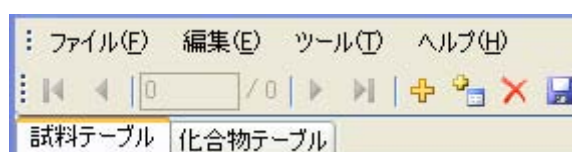

図3.3
試料条件の設定は、試料テーブルタブ(図3.3)をクリックしてから行います。
定量条件の設定は、化合物テーブルタブ(図3.3)をクリックしてから行います。
1. 試料テーブルタブ(図3.3)をクリックする。